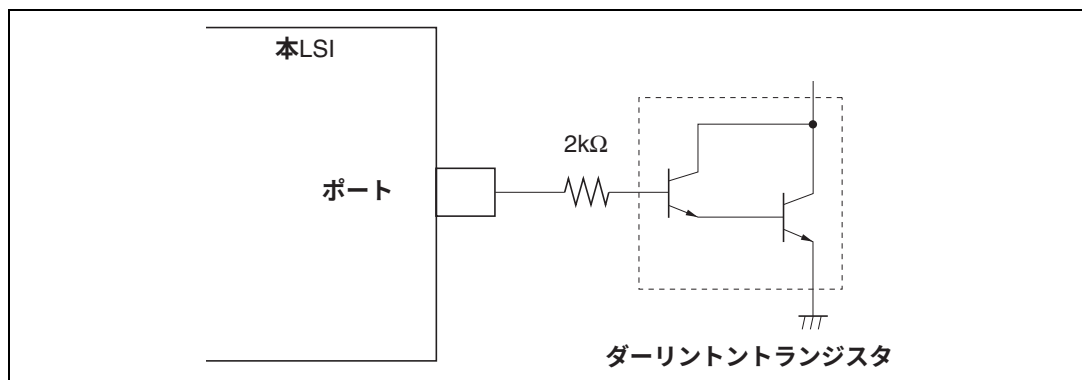
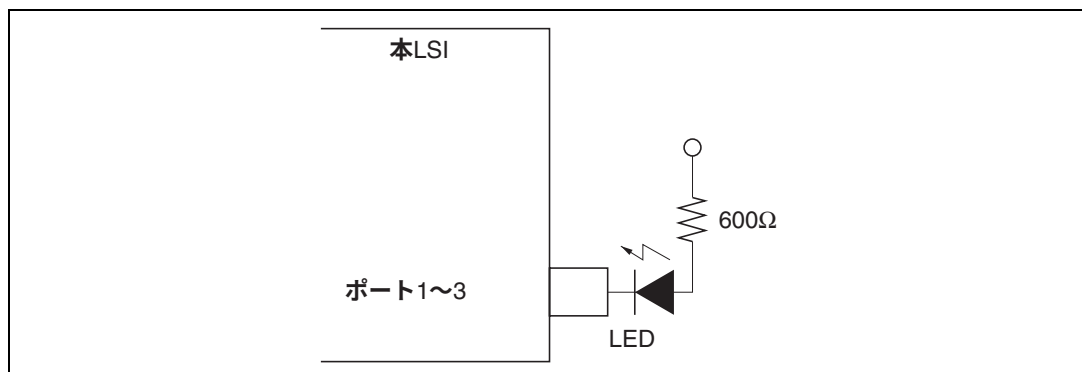

図 25.1 ダーリントントランジスタ駆動回路例
図 25.2 LED 駆動回路例
2. ダーリントトランジスタや、LED を直接駆動する場合には、図 25.1、図 25.2 に示すように、出力に必ず電流制限抵抗を挿入してください。